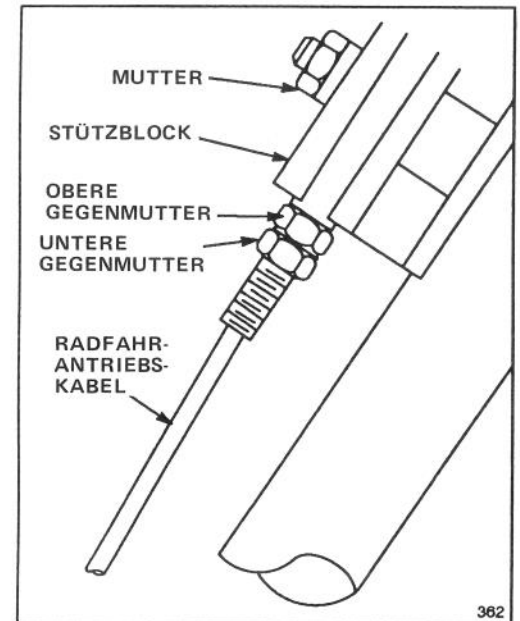

Bild 16
2. Mutter auf dem Stützblock lösen (Bild 16).
3. Untere Gegenmutter am Radfahrantriebskabel lösen (Bild 16).
8. Die obere Gegenmutter sollte nach der Einstellung am Stützblock anliegen (Bild 16).